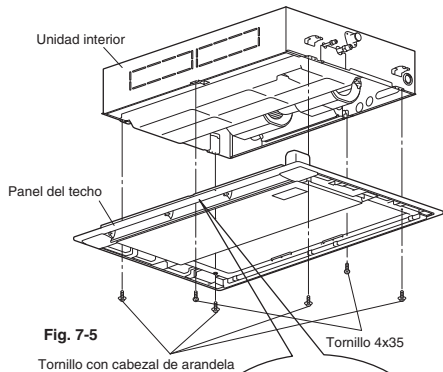

Fig. 7-5
- (5) Alinee los orificios de instalación del panel con los orificios para tornillos de la unidad interior.
- (6) Introduzca los tornillos de cabeza de arandela suministrados en los 4 orificios de instalación del panel y apriételos hasta que el panel quede bien sujeto a la unidad interior. (Fig. 7-5)